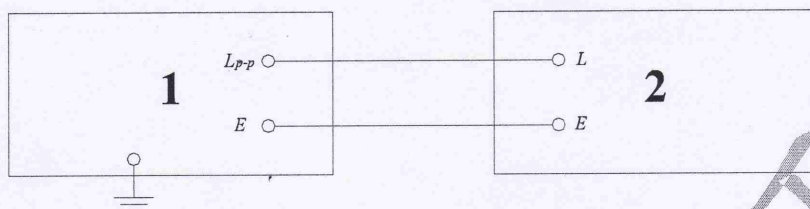

图 8 峰值电压检测连线图
5.4.3.1 将被检兆欧表和检定装置按图 8 方式连接，兆欧表的 L 端接至检定装置端电压测量部分的 L_{p-p} 端，兆欧表的 E 端接至检定装置端电压测量部分的 E 端，启动电压测试。